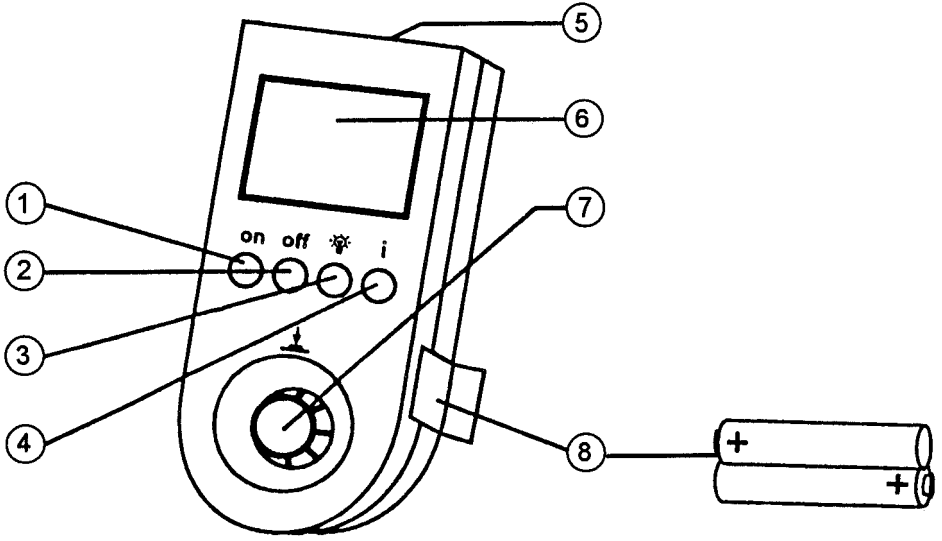
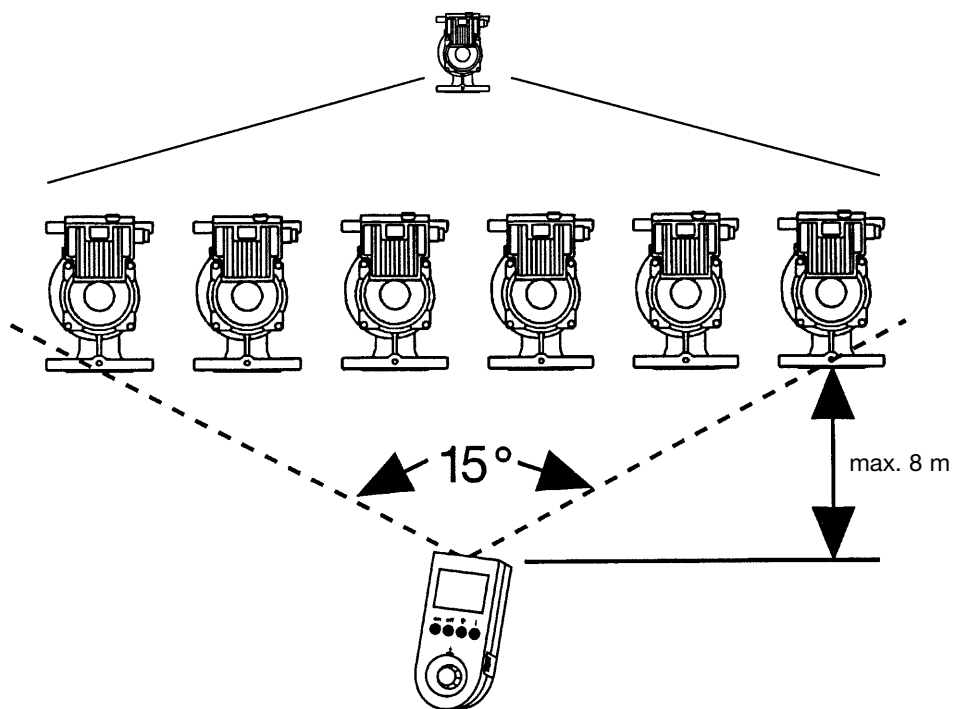

Fig. 1
Fig. 3
### 4.1 Description du moniteur IR (Fig. 1)
- **Affichage:** (Fig. 1, pos. ⑥). Définition de l'image: 128 x 128 pixels, capacité graphique, affichage de symboles définis, éclairage du fond lumineux commutable (Fig. 1, pos. ③).
- **Alimentation:** 2 piles (Fig. 1, pos. ⑧), 1,5 V chacune. Lorsque les piles sont vides, l'appareil émet un signal sonore d'avertissement. L'affichage indiquera également «Piles usées». L'usure des piles est préservée car le moniteur s'éteint automatiquement s'il ne reçoit plus aucune commande au bout d'un certain temps de réglable.
Sur la partie frontale du moniteur se trouve le **zone infrarouge** (Fig. 1, pos. ⑥), zone d'émission et de réception qui doit être dirigée vers la pompe avec laquelle on souhaite communiquer. Les angles d'ouverture du pavillon d'émission et de réception du moniteur et des modules de pompe sont représentés à la figure 3 et doivent être respectés
Appuyer sur la **touche «ON»** (Fig. 1, pos. ①); le **menu de démarrage** (v. tableau II), avec le logo WILO et l'adresse de l'exploitant, apparaît sur l'affichage.
La **touche «Off»** (Fig. 1, pos. ②) permet d'éteindre le moniteur.
La **touche**  (Fig. 1, pos. ③) permet d'allumer ou d'éteindre le fond lumineux.
En appuyant sur la **touche «I»** (Fig. 1, pos. ④) on accède au menu d'aide.
Le **bouton de réglage manuel** (Fig. 1, pos. ⑦) commande le menu. La zone sélectionnée apparaît en blanc sur fond noir dans les menus. En appuyant sur le bouton de réglage (clic), l'ordre de la zone sélectionnée est validé. En tournant le bouton de réglage, on passe d'une zone à l'autre située dans un même menu (vers la droite pour avancer, vers la gauche pour reculer); on peut alors la sélectionner. Si une flèche apparaît à l'extrémité supérieure ou inférieure des données affichées, cela signifie que d'autres informations sont disponibles. Celles-ci peuvent être consultées en tournant le bouton de commande. Tant que l'on n'appuie pas sur le bouton de réglage, la zone sélectionnée ne sera pas validée.